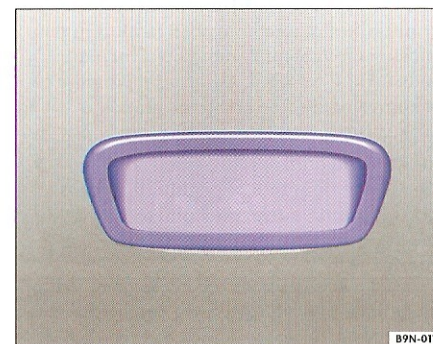

Fig. 22 Capitonajul interior al hayonului: Locaș pentru apucare.
- Apucați cu mâna locașul ⇒ fig. 22 din interiorul hayonului ⇒ și trageți hayonul în jos.